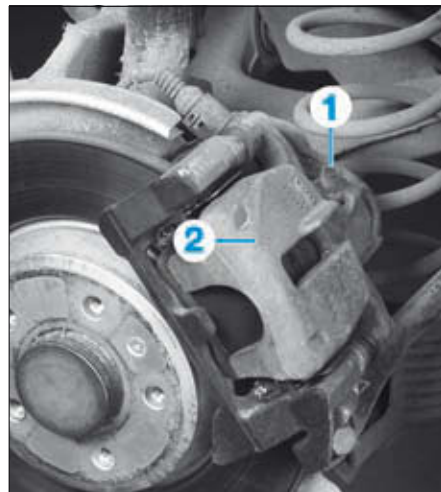

FIG. 11
- Brancher une durit reliée à un récipient de récupération, sur la vis de purge (1) de l'étrier (2) concerné (Fig.11).
- Ouvrir la vis de purge (1) et laisser s'écouler le liquide de frein.